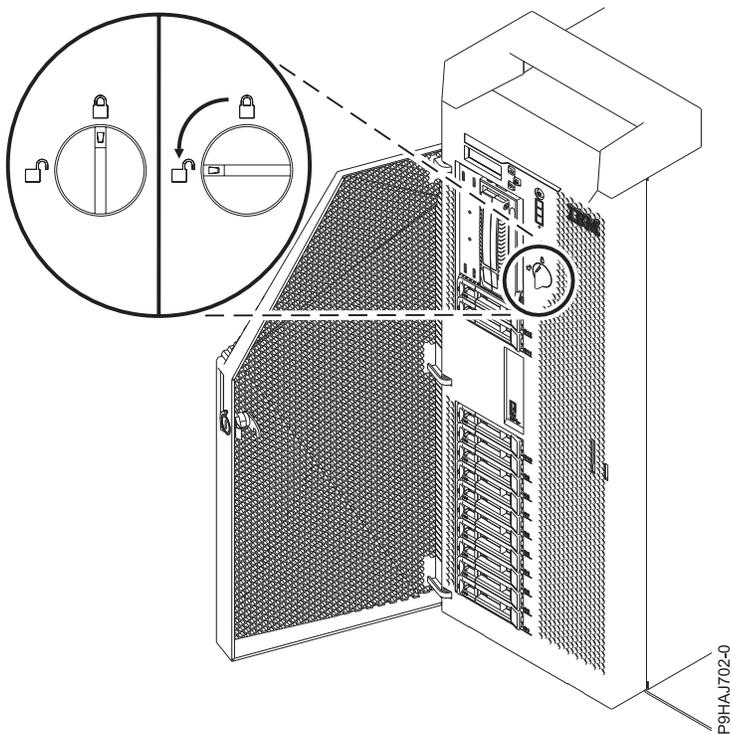

Figura 16. Abrir o trinco da tampa anterior
3. Rode o fecho da tampa para a esquerda (em sentido contrário ao dos ponteiros do relógio) para desbloquear a tampa conforme apresentado na Figura 16 na página 36. Vertical está bloqueado; horizontal está desbloqueado.